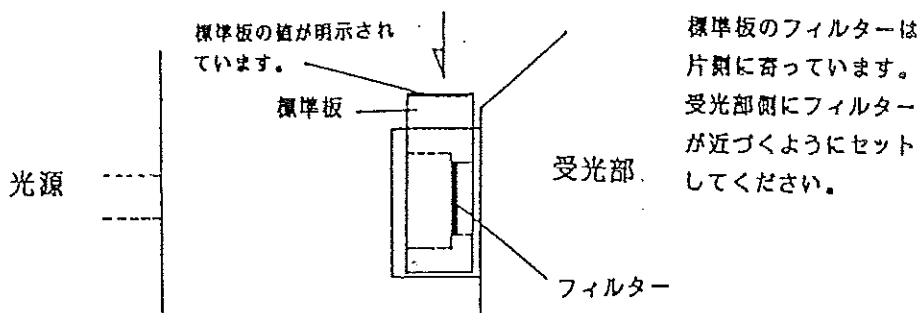

図2 標準板のセット
- ① SSの測定レンジを100または200にセットします。
- ② 測定セルに蒸留水を入れ、セル表面の水滴や指紋などを拭き取りセルホルダーにセットします。セル室のフタを閉じZEROつまみでゼロになるように合せます。
- ③ SS標準板をセルホルダーにセットします(図2参照)。セル室のフタを閉じCALIBRATIONつまみで標準板の値に合せます。
- ④ 上記の操作を繰り返して正しく校正されていることを確認して下さい。
- ① 測定ツマミを濁度にセットします。
- ② 測定セルに蒸留水を入れ、セル表面の水滴や指紋などを拭き取りセルホルダーにセットします。セル室のフタを閉じZEROツマミでゼロになるように合わせます。
- ③ 濁度標準板をセルホルダーにセットします(図2参照)。セル室のフタを閉じCALIBRATION ツマミで標準板の値に合わせます。
- ④ 上記の操作を繰り返し、正しく校正されていることを確認して下さい。
- ① 測定セルに試料を入れ、セル表面の水滴や指紋を拭き取りセルホルダーにセットします。セル室のフタを閉じて下さい。
- ② デジタル表示部に濁度の値が表示されます。(注A参照)
- ③ 測定が終了しましたら、POWERスイッチをOFFにします。